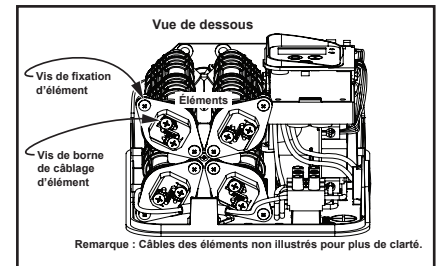

Figure 19 - Vue de dessous, élément(s).
- 4 En observant le dessous de l'appareil après avoir enlevé de capot avant, prendre le temps de noter la façon dont les éléments sont installés. Voir Figure 19.